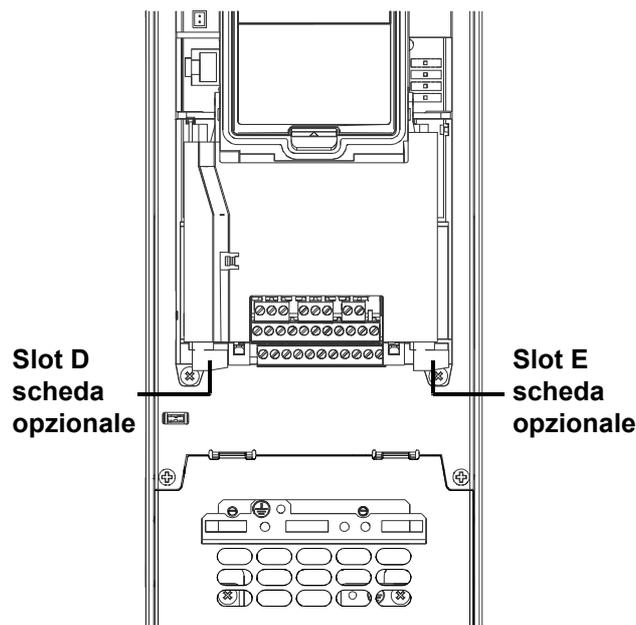

Figura 14. Slot scheda opzionale
**A** e **B** sono schede standard, **D** ed **E** sono schede opzionali (vedere la Figura 14). Vedere il capitolo .